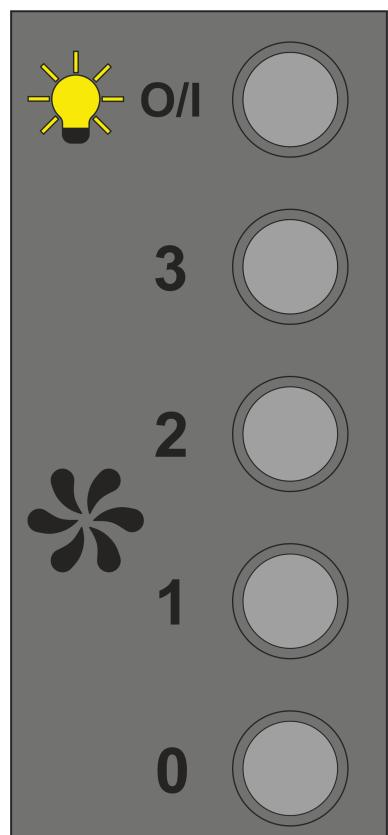

Рис.5
**7.3** На панелі корпуса розміщений механічний перемикач режимів роботи і включення ламп освітлення (рис.5).